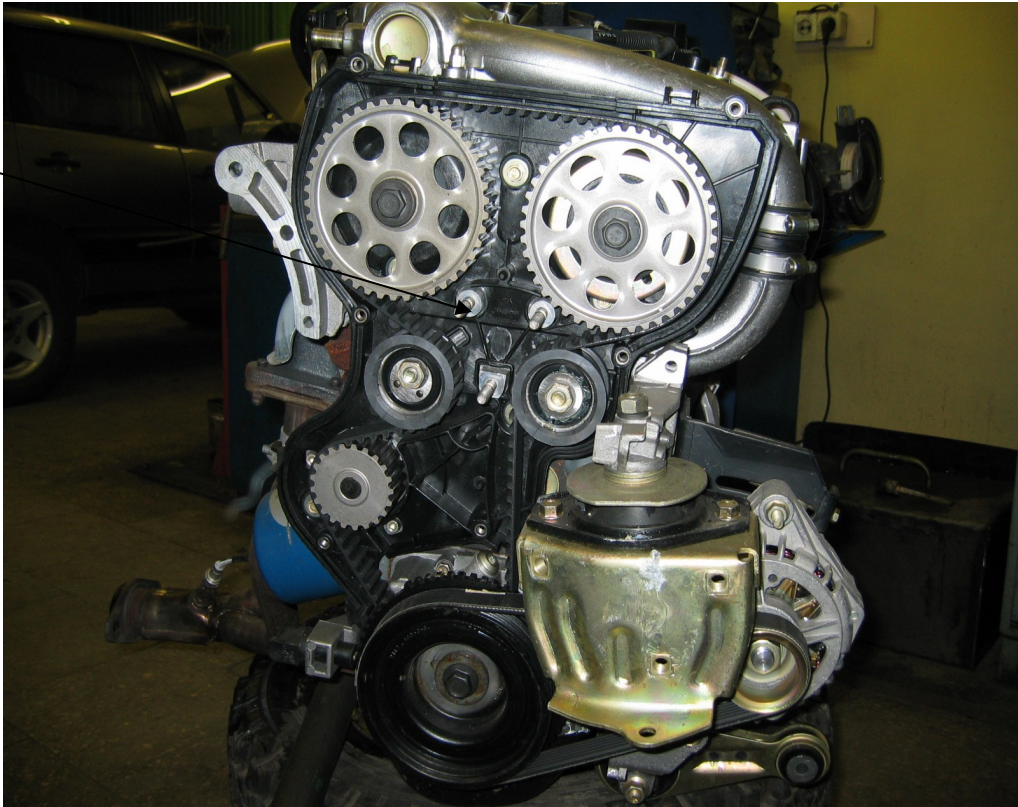

Рисунок 3
- 2.4 Снять крышку ремня ГРМ см. рисунок 3.
- 2.6 В отверстия блока двигателя вернуть 3 шпильки и затянуть их до упора см. рисунок 3.